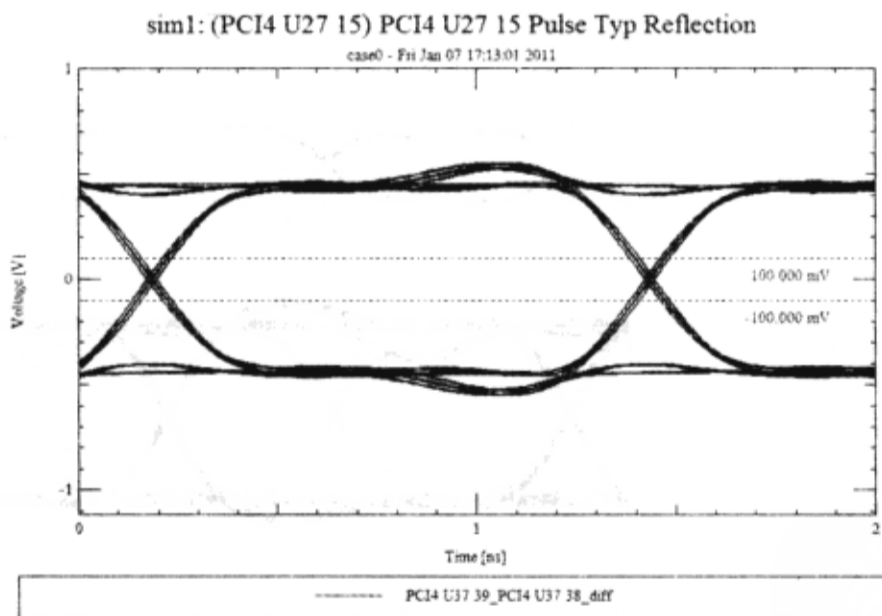

图 6-4-20 显示指定区域
(8) 在“SigWave”窗口执行菜单命令“Zoom”→“In Region”，放大眼孔图区域显示在 0~2ns 之间，如图 6-4-20 所示。